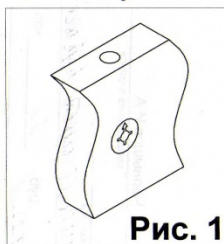

Рис. 1
1. Прибить подпятники (10) к боковинам 1 и 2 Забить шканты (1) в детали 3, 4, 5. Вставить стяжки-растекс (3) в детали 1 и 2 (см. рис.1). Соединить детали 3, 4, и 5 с боковинами 1 и 2. Фиксацию деталей произвести при помощи евровинтов (2).